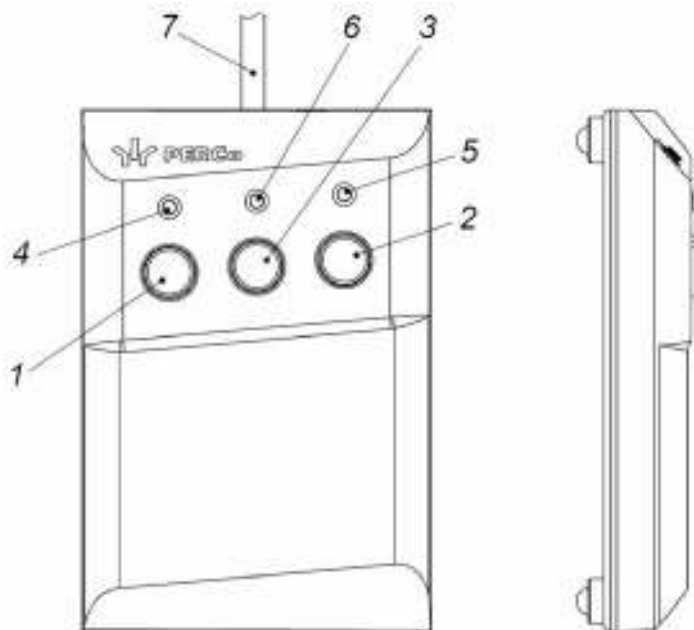

Рисунок 3. Общий вид и габаритные размеры ПДУ
ПДУ (12) выполнен в виде небольшого настольного прибора в корпусе из ударопрочного АБС-пластика и предназначен для задания и индикации режимов работы при ручном управлении ЭП. Внешний вид ПДУ показан на рис. 3.